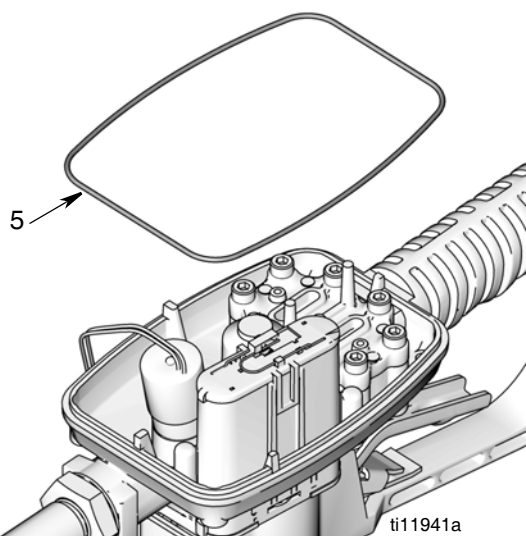

ABB. 35
7. O-Ring (5) herausnehmen und entsorgen (ABB. 35).